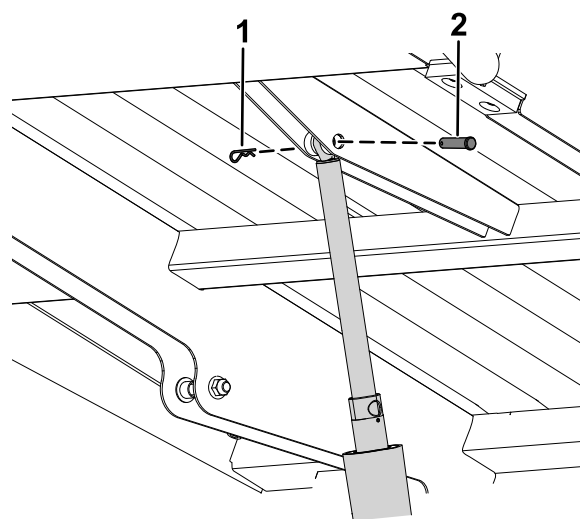

Figura 8
5. Conecte la sección extendida del cilindro de elevación a la plataforma de carga con un pasador y una chaveta (Figura 8).